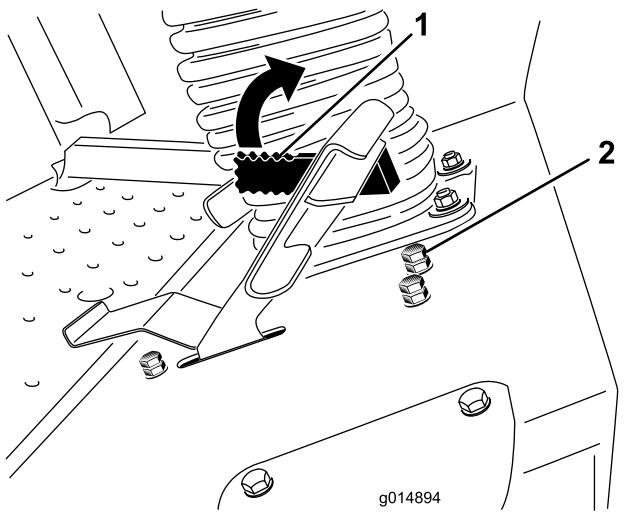

図 52
速度リミッタレバー（図 52）を前側に倒すと、運転中の最高速度を制限することができます。
- 速度リミッタ・ストップボルトのジャムナットをゆるめる(図 52)。